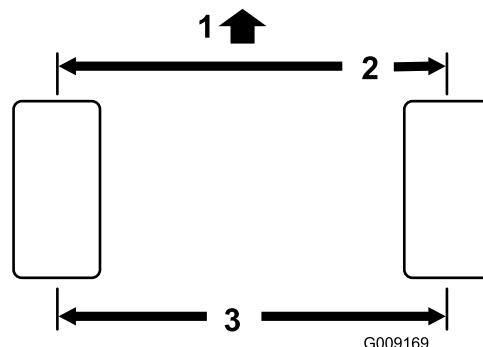

Figura 87
2. Misurate l'interasse (all'altezza dell'assale) sulla parte anteriore e posteriore dei pneumatici di sterzo (Figura 87).